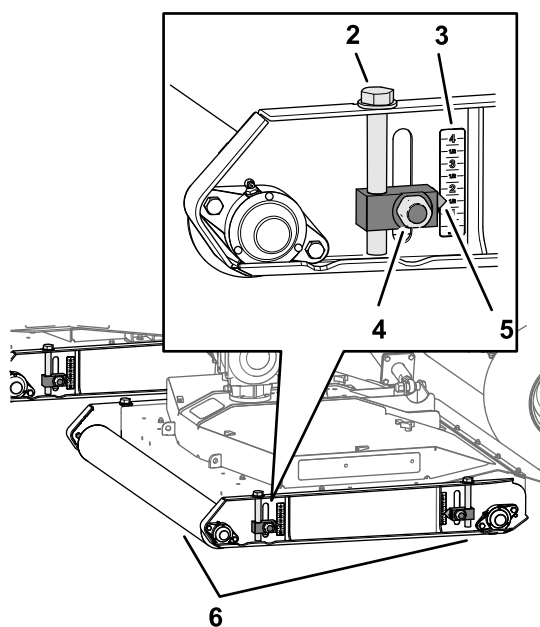

図 41
3. 刈り高アジャスタ 図 41 4個を固定しているロックナット4個をゆるめる。